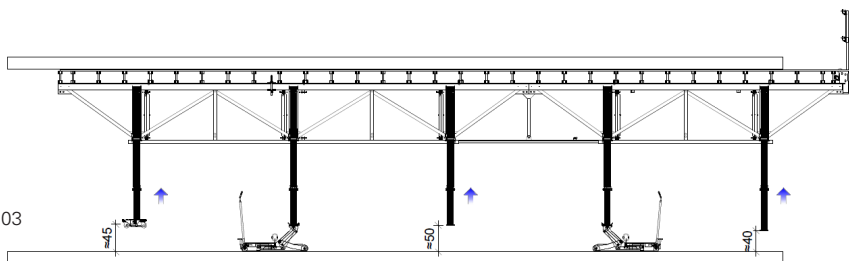

Fig. A3.03
3. Enrouler vers le haut Les premiers étais d'environ 40 cm, les étais ou le « chariot à Trois Roues » sera installé d'environ 45 cm, et les autres étais d'environ 50 cm. Déplacer les « chariots à Trois Roues » sous les étais correspondants (se reporter à la section « Emplacement des anneaux de levage » pour connaître l'emplacement des chariots). (Fig. A3.03)